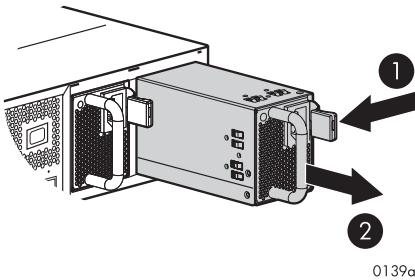

Figure 3 Retrait d'un module d'alimentation
2. En déplaçant le loquet de couleur bordeaux vers la gauche (1, Figure 3), saisissez la poignée et dégagez l'alimentation en la tirant hors du boîtier (2).